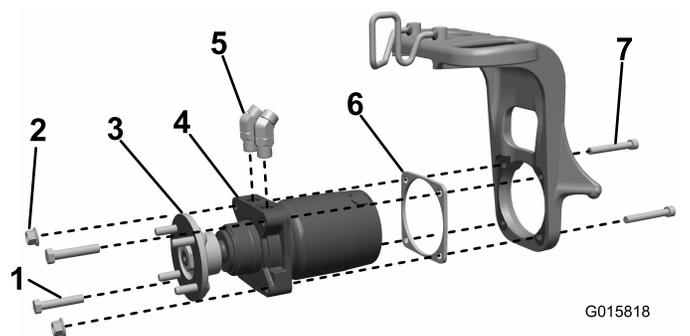

Figura 3
1. Instale as uniões hidráulicas de 45° no motor da roda e oriente-as aproximadamente como se mostra na Figura 3. Deixe as uniões soltas.